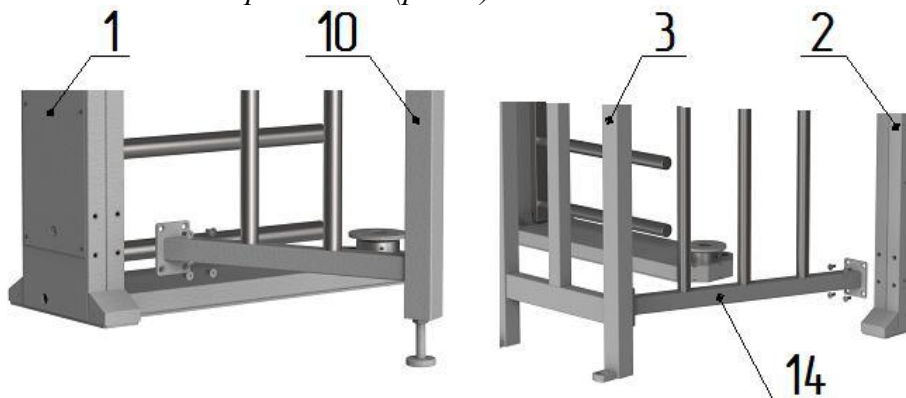

Рис. 6
3. Установка ограждения (рис. 6):
- к боковым плоскостям стойки шлюза **2** аналогично установите ограждения **13** и **14** (рис.6) и закрепите винтами М8;